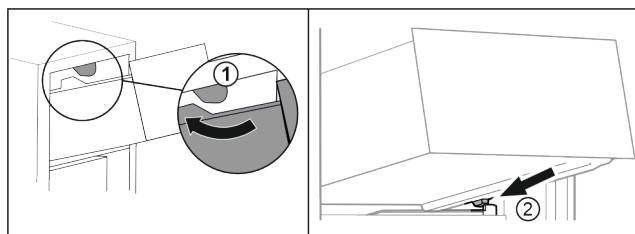

Fig. 16
- ▶ Prevedte zásuvku okolo horných zarážok Fig. 16 (1).
- ▶ Nasadte zásuvku šikmo za dolnými zarážkami na rebro nádoby Fig. 16 (2).